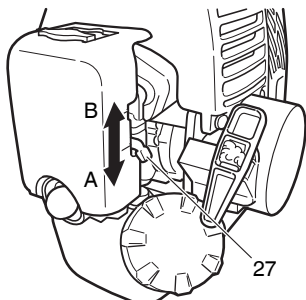

Fig. 24
- Lleve la palanca del estérter (27) a la posición CLOSED (cerrado) (A). (Fig. 24)